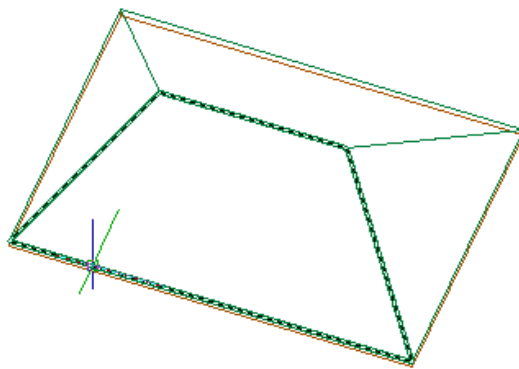

Рис.31
12. В КС напишите: *Здграница*. При включенном режиме привязки Контточка, начиная с крайнего левого угла скатов, укажите 4 угла поверхности крыши (*Рис.31*),